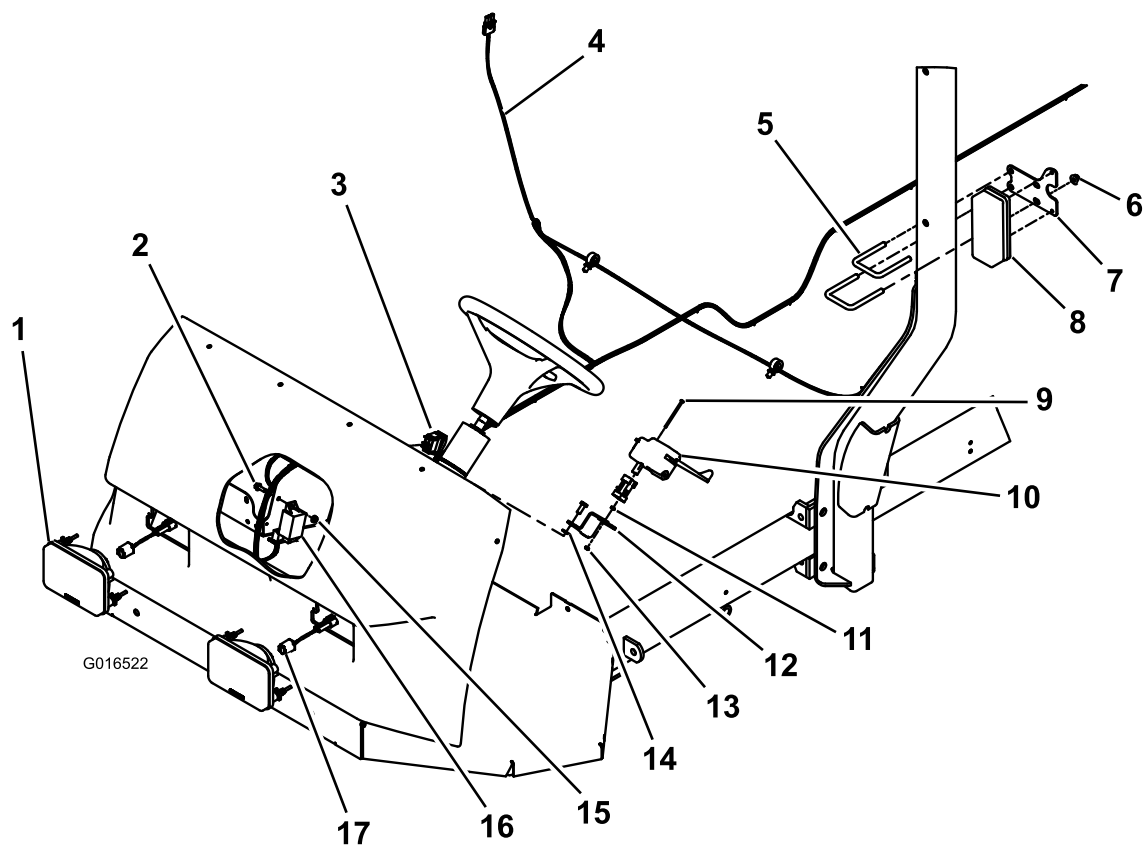

図 1
3. I新しいビームライト（図 1）を取り付けて、先ほどのステップ 2 で外してリテーナを使って固定する。
横転保護バーの左右の柱の、床面から 147 c m の高さのところに、図 1 のようにブラケットを取り付け、これにポジションライトを取り付ける。
1. ステアリングコラムの左側にあるボルト (2 本) を外す (図 1)。
フラッシュモジュールを取り付ける；六角ヘッドフランジねじ1本と六角フランジナット1個を使用する（図 1）。